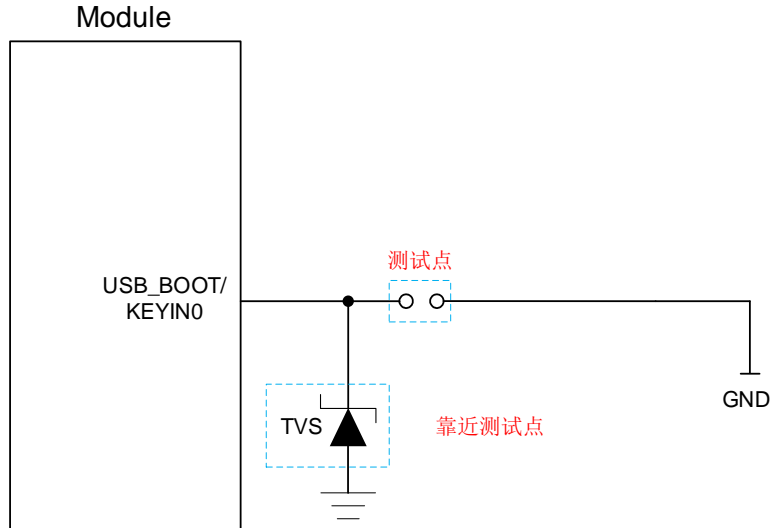

图 17: 强制下载接口参考电路
2. 使用 MCU 控制模块进入强制下载模式时，需按照如上时序图进行控制；手动进入强制下载模式时，按照图 17 所示短接测试点即可。